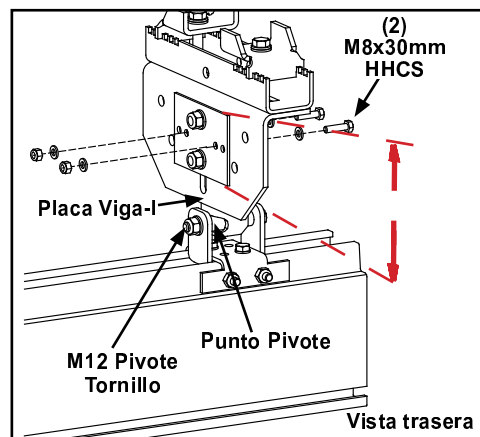

Figura 3-17
- Paso 3. Ajuste a altura deseada y alinee el juego de orificios mas cercano con un claro de 5/16" (8mm) y reinstale los tornillos, tuercas y arandelas Vea Figura 3-17.